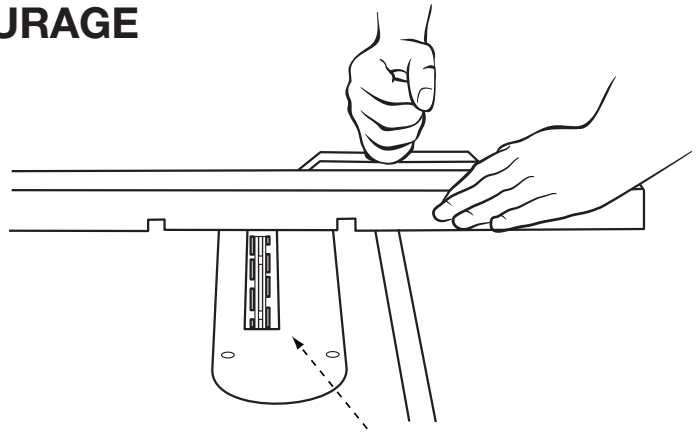

FIGURE 18
- La plaque à gorge accessoire à tête de rainurage, illustrée à la Figure 18, doit être utilisée à la place de la plaque à gorge standard. Assurez-vous que la plaque à gorge est au niveau de la table avant de poursuivre.